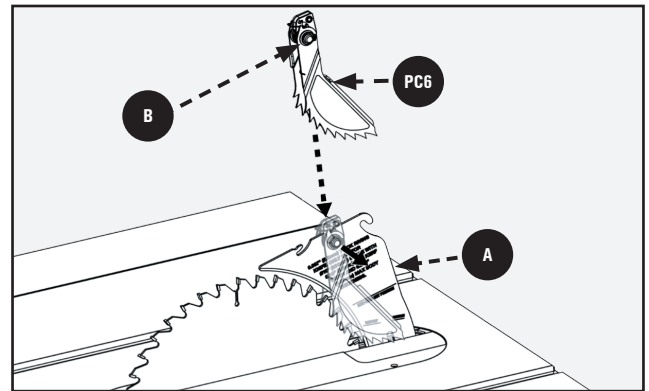

FIGURA 13
1. Consulte la Figura 13 y ubique la ranura de montaje de los trinquetes anti contragolpe **PC6** en medio del borde superior del separador **A**.